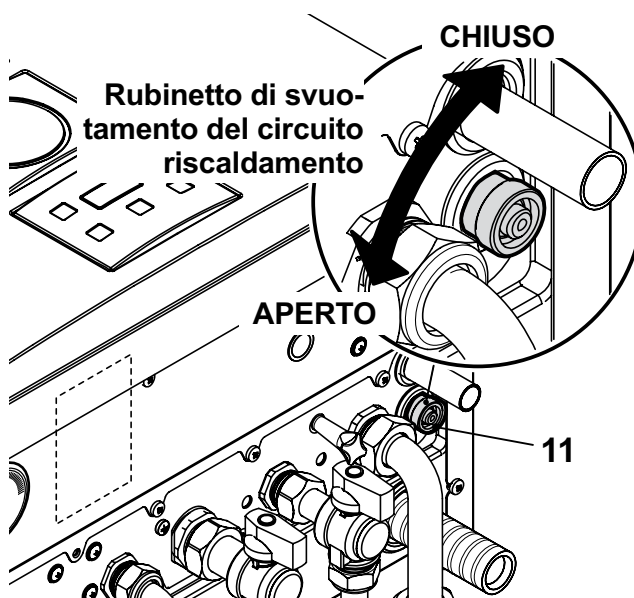

Figura 9.5
- Allentare il rubinetto di svuotamento del circuito riscaldamento 11 indicato in Figura 9.5 .